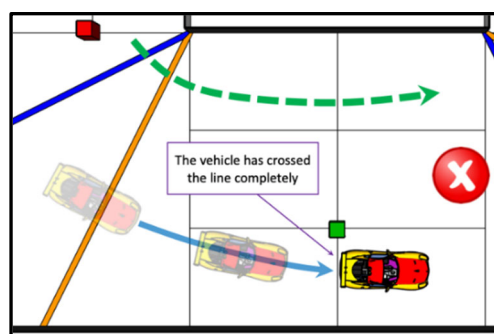

Bild 15: Hindernis wurde auf der falschen Seite vollständig passiert
9.5.3. ein **Hindernis** vollständig auf der **falschen Seite** passiert wurde (s. Bild 15)